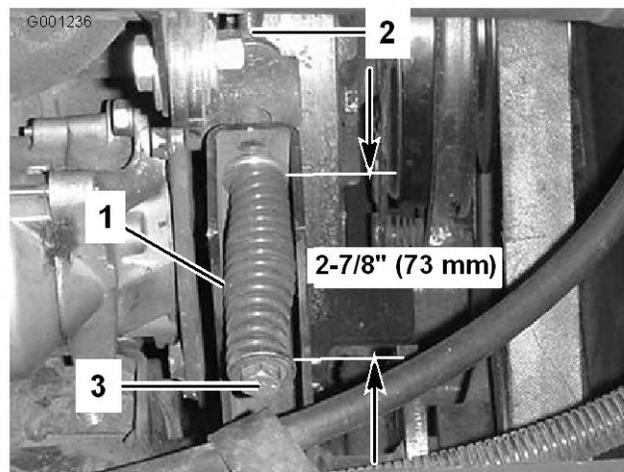

Figura 65
3. Desaperte a porca de bloqueio da barra tensora (Figura 65).
4. Utilize uma chave de porcas com uma abertura de 1/2 pol. para apertar ou desapertar a mola tensora (Figura 65). Ajuste a mola de modo a ficar com um comprimento de 73 mm.
4. Utilizando uma chave de porcas com uma abertura de 1/2 pol., desaperte até ao fim a mola tensora da correia (Figura 65).
6. Instale a nova correia da tomada de força e ajuste a tensão da mola da polia para 73 mm (Figura 65).
7. Apertar a porca de bloqueio (Figura 65) e feche o capot.